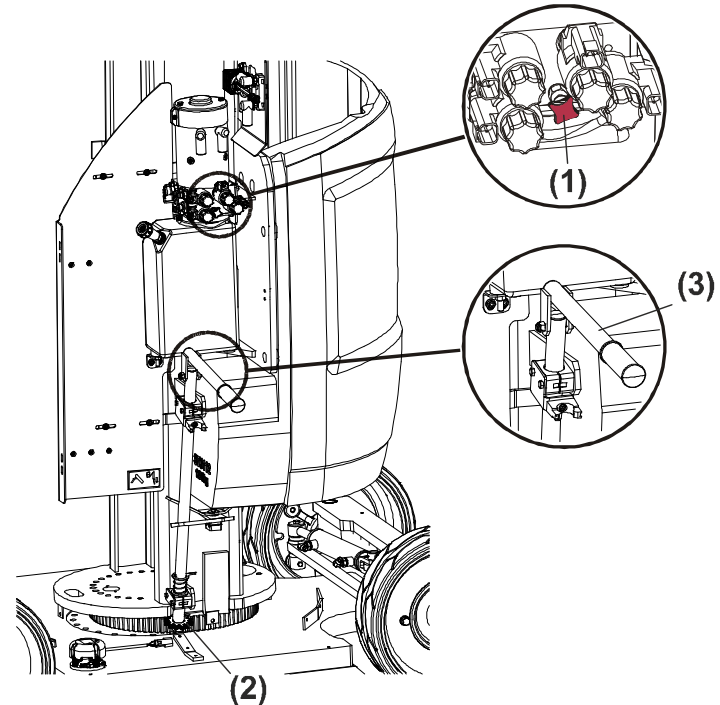

Figura 3-14. Dispositivos de funcionamiento manual de Giro horizontal - 10E/26E
- Una **válvula giratoria (1)** situada en el conjunto de válvulas de control de bomba/motor para retirar el motor de giro horizontal (Remitirse a la Figura 3-14.).
- Un **piñón (2)**, situado debajo del compartimento de las válvulas de control de la bomba/motor, que se puede accionar mediante la **palanca plegable (3)**.